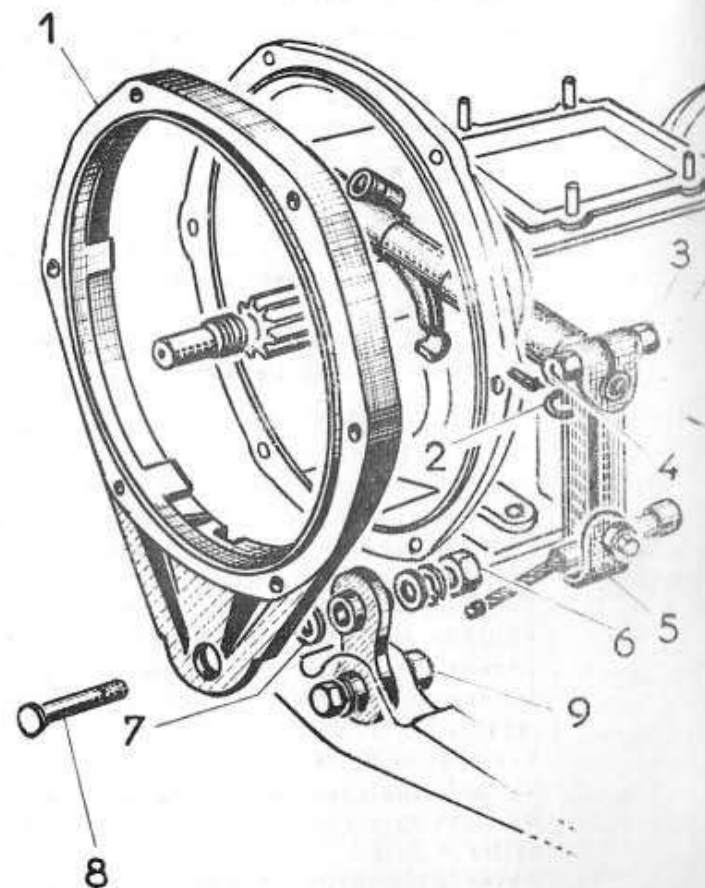

Fig. 27
218/A - DEPOSE de la BOITE de VITESSES (Fig. 27)
- 5) Poser l'entretoise (1 - Fig. 27) sur le carter boîte de vitesses en la fixant par la rondelle plate, la rondelle Grower et l'écrou (6). **Ne pas le bloquer.**
- 8) Poser le ressort (2 - Fig. 27), et le levier de débrayage (5). Le positionner comme l'indique la méthode 201/B (réglage par le manchon cannelé).
- 10) Débloquer l'écrou (9). Placer un cric sous le moteur et lever celui-ci au maximum pour soulager les blocs élastiques avant. Bloquer les écrous (9 et 6) à $5,5 \pm 0,5$ m/kg.